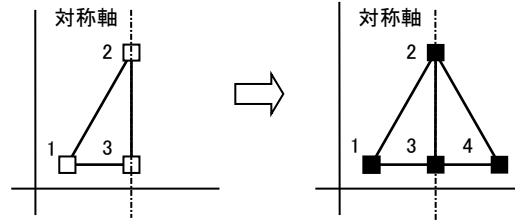

図 3-3-12 反転複写
**骨組の複写**が有効な場合には、現在の骨組を残したまま反転した骨組を対称軸回りに複写します。この時、対称軸上にある節点とそれらの節点を結ぶ部材については複写されません(図 3-3-12)。